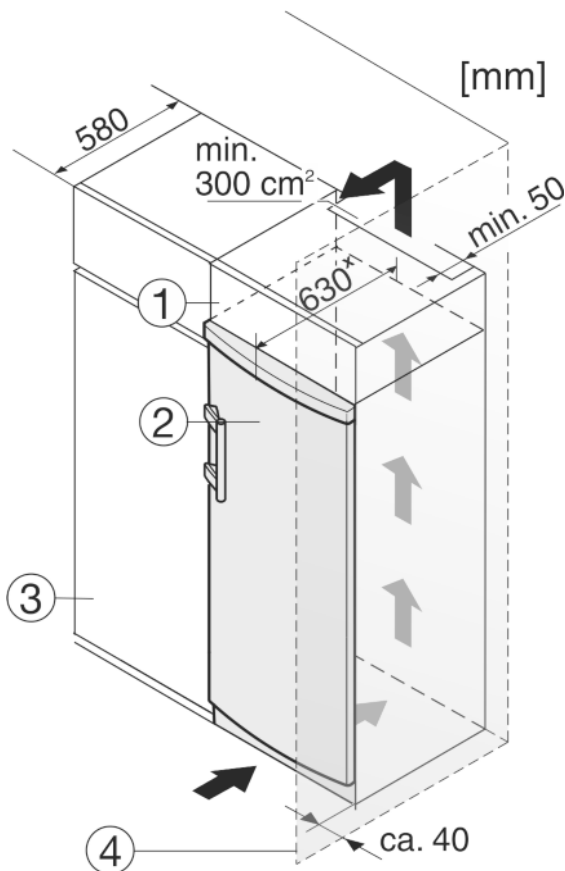

Fig. 10
- (1) Élément haut
(2) Appareil
(3) Placard de cuisine
(4) Mur
L'appareil peut être réagencé avec des buffets de cuisine. Pour adapter l'appareil Fig. 10 (2) à la hauteur du coin cuisine, une rehausse Fig. 10 (1) peut être posée sur l'appareil.
Lors de la transformation avec des placards de cuisine (profondeur max. 580 mm), l'appareil peut être placé directement à côté du placard de cuisine Fig. 10 (3). L'appareil dépasse latéralement de 34 mm * et de 50 mm * au centre de l'appareil par rapport à la face avant du placard de cuisine.
Si l'appareil est installé avec les charnières à côté d'un mur Fig. 10 (4), la distance entre l'appareil et le mur doit être de 40 mm min. Ceci correspond à la saillie de la poignée lorsque la porte est ouverte.